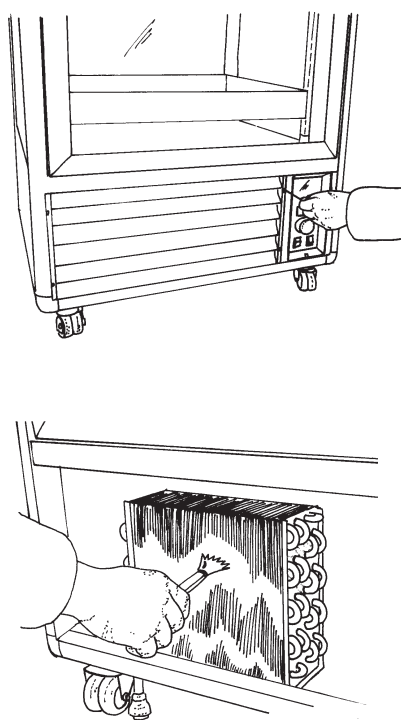

Fig. 3
1. Togliere l'alimentazione. 2. Svitare le viti delle cerniere della porta togliendola. 3. Svitare le viti di fissaggio, sia l'esterna che l'interna, dagli angolari superiori, alla battuta della porta. 4. Sfilare gli angolari dai montanti verso l'alto. 5. Sfilare la vetrata interessata, facendola scorrere verso l'alto. 6. Ripristinare la nuova vetrata (Vedi fig.3).
1. Switch off the appliance. 2. Unscrew the screws attaching the door hinges to the frame and remove the door. 3. Remove both the internal and external screws of the upper corner mountings, at the door jamb. 4. Slide off the corner mountings by pulling them upwards. 5. Slide the glass panel upwards and remove. 6. Replace with a new glass panel (see figure 3).
1. Strom wie abschalten. 2. Die Scharnierschrauben der Tür lockern und die Tür ausbauen. 3. Die inneren und äußeren Befestigungsschrauben der oberen Eckstücke und des Türanschlages losschrauben. 4. Die Eckstücke aus den Streben nach oben herausziehen. 5. Die betreffende Glasscheibe nach oben schieben und herausnehmen. 6. Die neue Scheibe einbauen (siehe Abb. 3).
1. Schakel de elektriciteit. 2. Schroef de schroeven van de deurscharnieren los en verwijder de deur. 3. Schroef de schroeven, zowel die aan de buiten, als die aan binnenkant, van de bovenste hoekstukken bij de aanslag van de deur los. 4. Verwijder de hoekijzers door deze naar boven te schuiven. 5. Verwijder de glasplaat door deze naar boven te schuiven. 6. Vervang de glasplaat door een nieuwe (zie fig. 3).
1. Desligue a alimentação. 2. Desaperte os parafusos das dobradiças da porta tirando-a. 3. Desaperte os parafusos de fixação, quer externos quer internos, no batente da porta. 4. Extraia as peças angulares dos montantes para cima. 5. Extraia a vidraça em questão, fazendo-a deslizar para cima. 6. Monte a nova vidraça (ver a fig. 3).
1. Koppla ifrån strömmen. 2. Lossa skruvarna på dörrens gångjärn och ta bort denna. 3. Lossa fästskruvarna, både de yttre och de inre från de övre vinkelfästena på dörrens kanter. 4. Dra ur vinkelfästena ur dörren och dra uppåt. 5. Dra ur den sida du ska byta ut, skjut den uppåt. 6. Sätt in den nya glasskivan (se fig. 3).
1. Afbryd for elektriciteten. 2. Skru skruerne i hængslet ud på døren og fjern døren. 3. Skru både de indvendige og de udvendige fastgøringsskrue ud på de øverste hjørnestykker på dørstolpen. 4. Fjern hjørnestykkerne ved at skyde dem opad. 5. Fjern glaspanelet ved at skyde det opad. 6. Montér det nye glaspanel (Jvf. fig. 3).